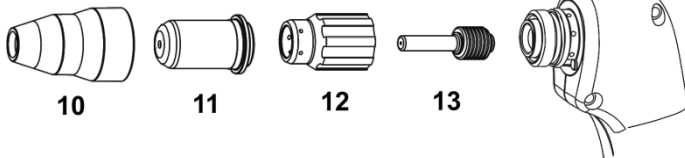

Рисунок 2
Перевірте та, за необхідністю, замініть робочі витратні частини плазмотрона: електрод, сопло, повітряне розподільне кільце (дифузор) (рис. 2). При встановленні електроду (13) не використовуйте інструменти – достатньо легкого зусилля пальців.